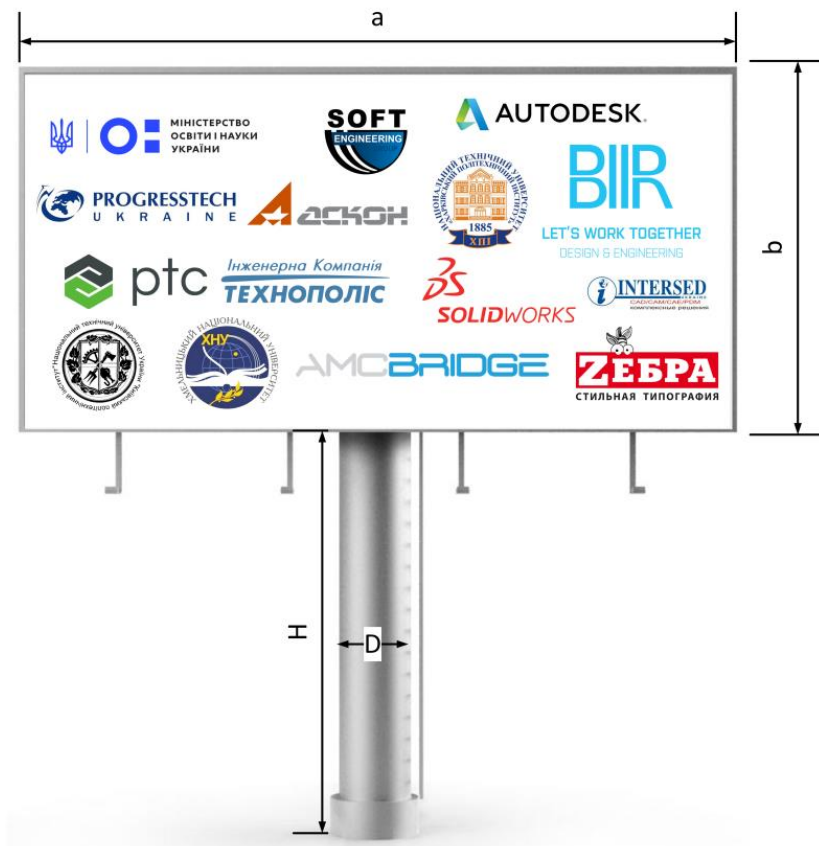

Рис.1 – Типовой билборд
2. Выполнить параметризацию модели. Основные параметры приведены на рис. 1 (параметры a, b, H, D). При параметризации следует учитывать, что максимальное расстояние между трубами в раме щита не должно превышать 1000 мм.